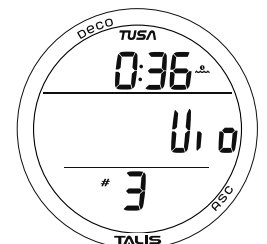

Abb. 70 - VGM OBERFLÄCHEN-HAUPT
**VGM-Hauptdisplay (an der Oberfläche)**, Informationen beinhalten (Abb. 70):